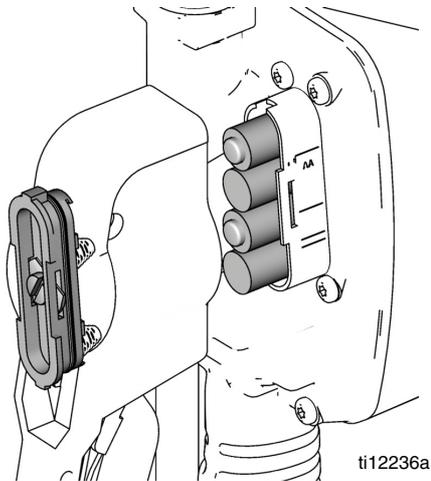

FIG. 22
2. Installez **quatre NOUVELLES** piles. Référez-vous à la FIG. 22 pour l'orientation correcte de la pile dans le compteur. Assurez-vous qu'ils sont correctement installés ou le compteur ne fonctionnera pas.